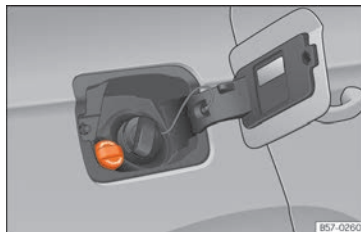

Fig. 280 Tapón de la boca de llenado del depósito de AdBlue.
- Abra la tapa del depósito » fig. 280.
- Desenrosque la botella en el sentido contrario al de las agujas del reloj y extráigala hacia arriba con cuidado »» ❶.
- Gire el tapón de cierre de la boca de llenado de SCR hacia la izquierda »» **fig. 280.**